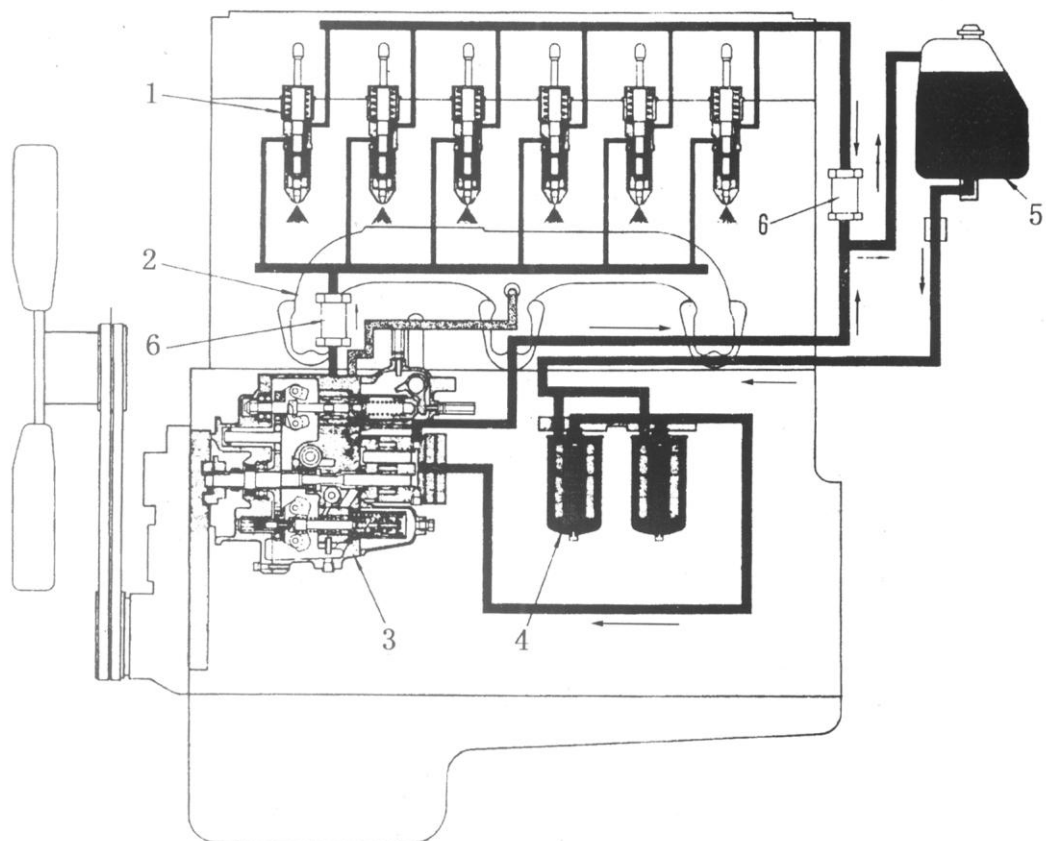

Рис. 5-9.
Дизельное топливо, подающееся из топливного бака (5), фильтруется топливным фильтром (4), а затем поступает в насос подачи топлива (3) (см. рис. 5-9).
Дизельное топливо поступает через шестеренный насос (9), фильтруется экраном (19) и через регулятор подается на ось дросселя (18). При холостых оборотах топливо поступает через фильтр втулки регулятора на ось дросселя и подается в инжектор (1) посредством запорного клапана насоса (4) (см. рис. 5-9). Поскольку при холостых оборотах топливо подается на ось дросселя по главному топливопроводу и топливную линию холостого хода, главный топливопровод перекрывается. При этом топливо поступает только из линии холостого хода. При высоких оборотах двигателя перекрывается линия холостого хода и топливо поступает по главному топливопроводу. Это реализуется при помощи регулятора скорости вращения (VS).